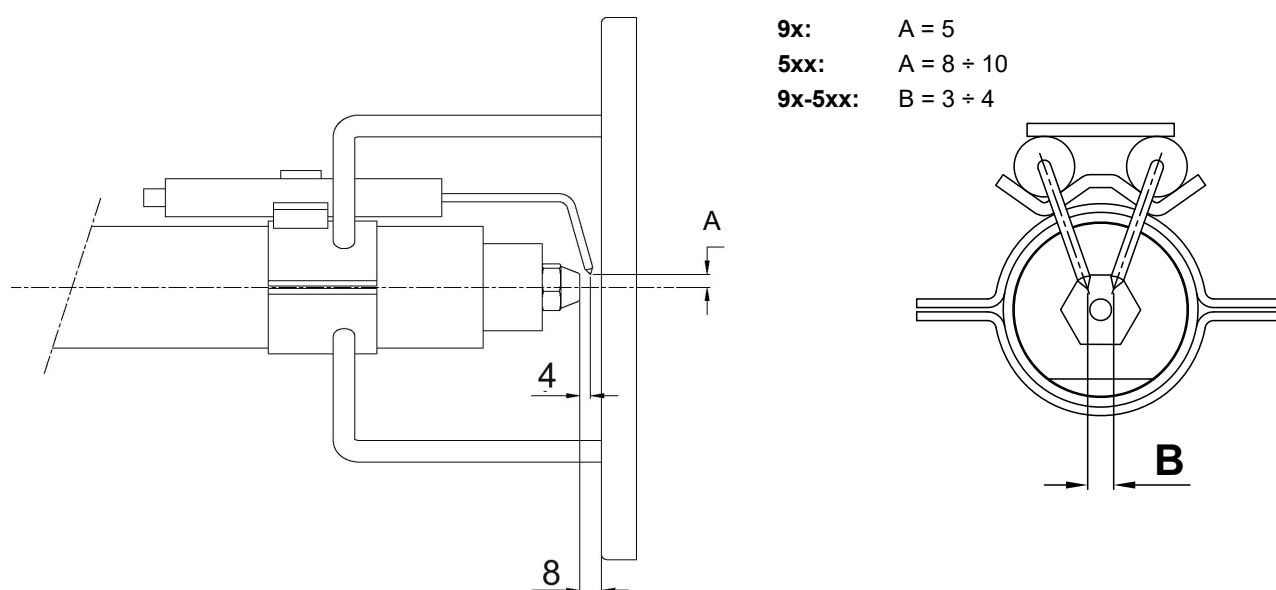

Fig. 5
- 5 estrarre gli elettrodi e sostituirli facendo riferimento alle quote riportate in Fig. 5.
Al fine di garantire una buona accensione è necessario che siano rispettate le misure (in mm) indicate in Fig. 5. Accertarsi di aver fissato la vite di bloccaggio del gruppo elettrodi prima di rimontare la testa di combustione.